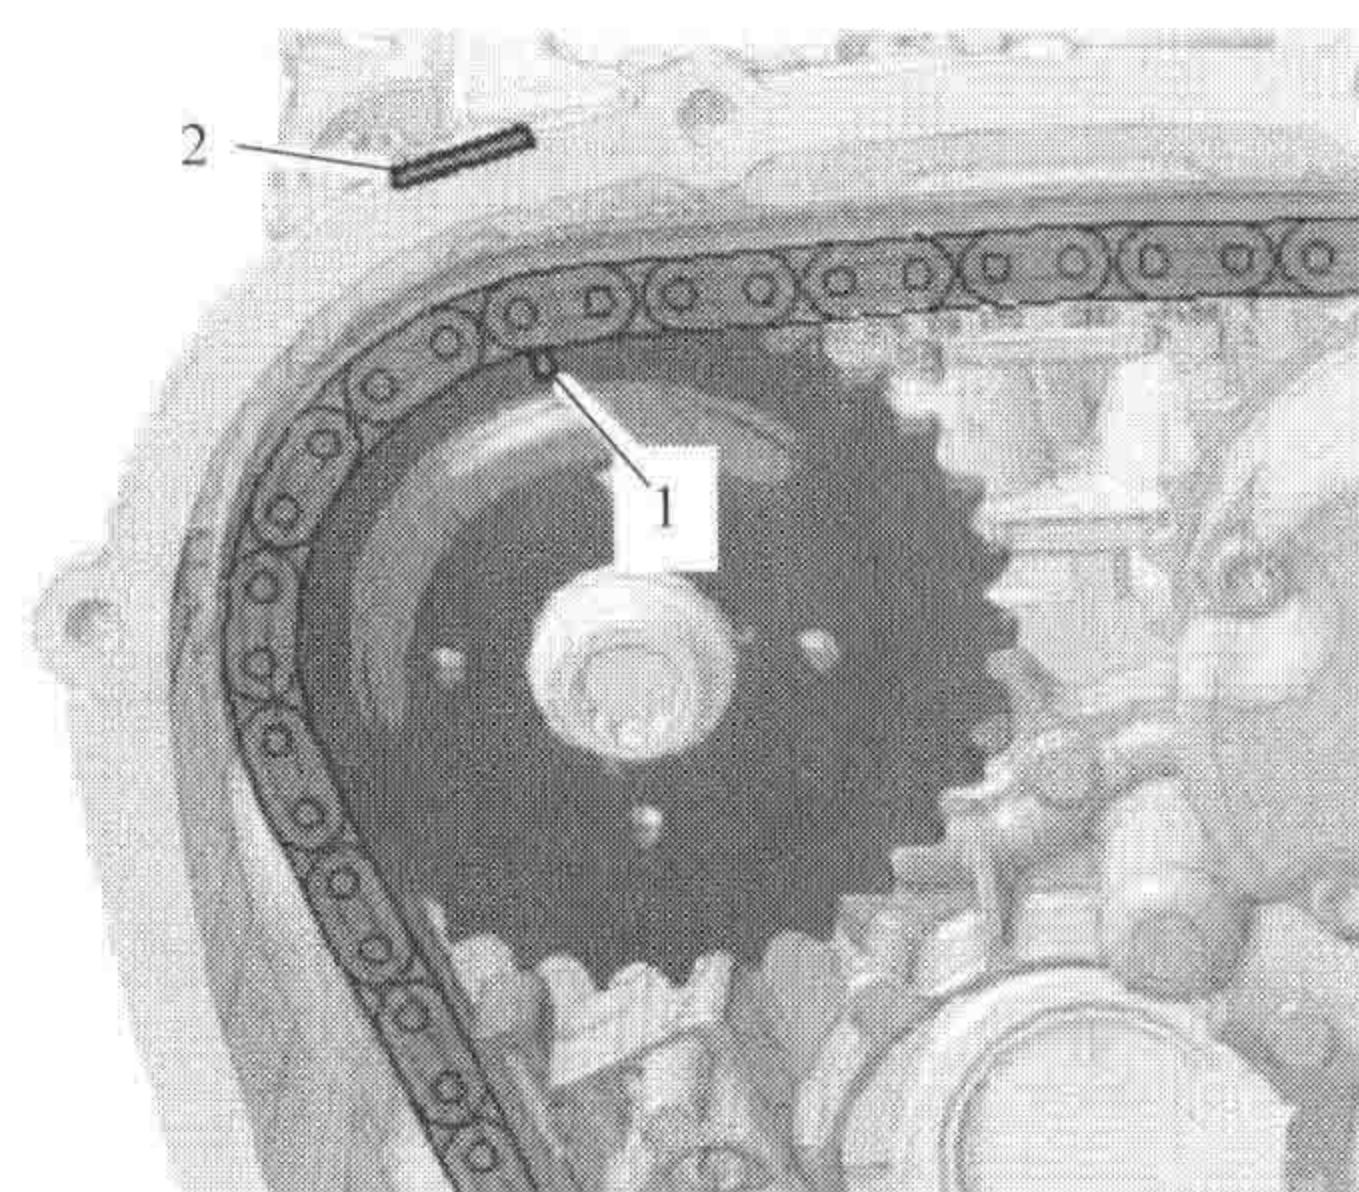

图 1-1-20
(14) 按照拆卸时所做标记重新安装凸轮轴链轮，并将凸轮轴链轮在凸轮轴上逆时针转至极限位置，确保正时标记点 1 必须正对调节窗口 2，如图 1-1-20 所示。